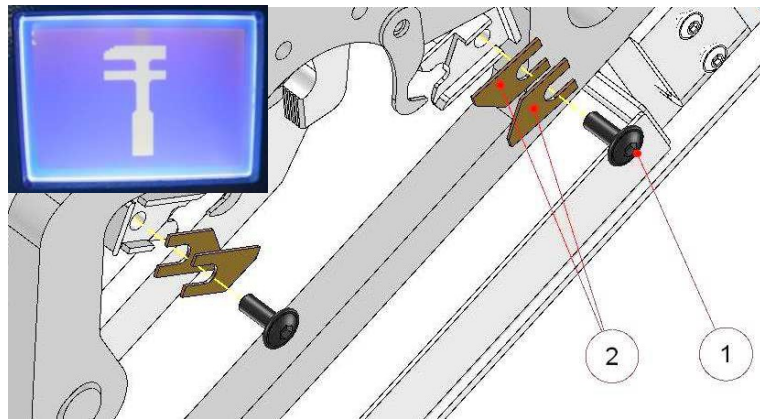

Fig. 19: Sostituzione delle lame di spelatura
- Rimuovere le viti (v. fig. 19, pos. 1).
- Sostituire le lame di spelatura (v. fig. 19, pos. 2).